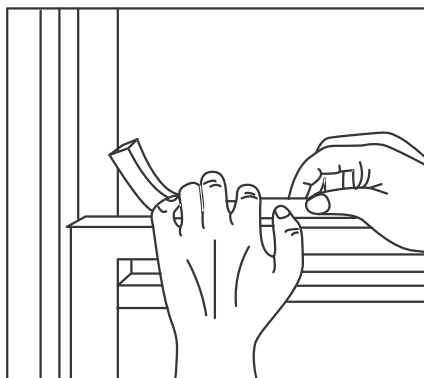

Fig.12
- 7 Couper le joint en mousse et insérer dans l'espace entre les châssis supérieur et inférieur (Fig.12).